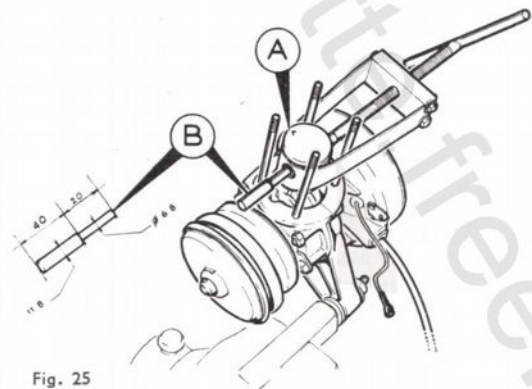

Fig. 25
- Placer le piston, le repère (A) dirigé vers l'avant du moteur (côté échappement).
- Avant d'engager l'outil O. 12, s'assurer que l'extrémité de l'axe du piston déjà monté partiellement sur le piston est bien engagée dans la cage à aiguilles. Pour cela, nous conseillons de faire le centrage piston-cage à aiguilles et axe de piston à l'aide d'un guide étagé (B) conforme au croquis ci-contre (fig. 25).